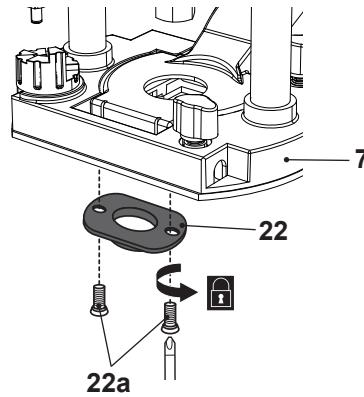

Fig. 10
> Coloque el casquillo copiador (22) en la placa base (7) con las pinzas de sujeción mirando hacia abajo y fíjelo con los dos tornillos (22a) (Fig. 10).